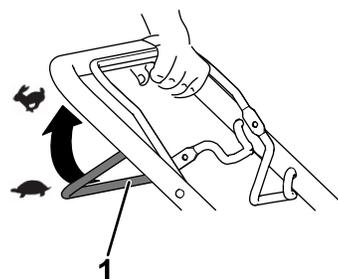

Figura 13
- **Para activar la autopropulsión:** apriete la barra de autopropulsión contra el manillar y manténgala en esa posición (Figura 13).